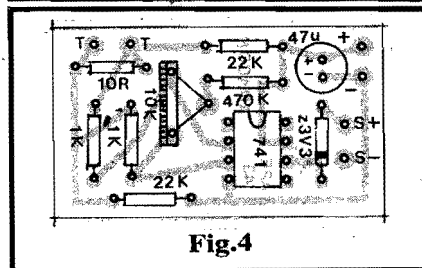

Fig.4
- FIG. 4 - CHAPEADO DA MONTAGEM - Também sem "segredos" (a menos que o Leitor seja um iniciante ainda "pagão"...): a figura mostra a placa pelo seu lado não cobreado, com o habitual detalhamento de informações sempre encontrado nas matérias de APE... Requerem maior atenção apenas o Integrado, o diodo zener e o capacitor eletrolítico, já que suas colocações na placa têm posições únicas (não podem ser "invertidos", sob hipótese alguma...). Quanto ao trim-pot, "nada consta" (talvez seja necessário um leve "alargamento" na furação das respectivas ilhas, devido ao fato dos seus terminais apresentarem um calibre um pouco maior do que o normal, dos demais componentes...). A respeito dos resistores comuns, é só não errar sobre "o quê vai onde"... Quem tiver dúvidas sobre a leitura dos valores, deve consultar (sem acanhamentos...) o TABELÃO APE, que "destrincha" só códigos de cores e outras "mumunhas"... As soldagens são poucas, mas ainda assim devem ser feitas com cuidado, conferidas ao final (juntamente com a inevitável verificação de valores, posições, polaridades, etc.). Tudo confirmado, podem ser "amputadas" as sobras de "pernas" e terminais, pelo lado cobreado...